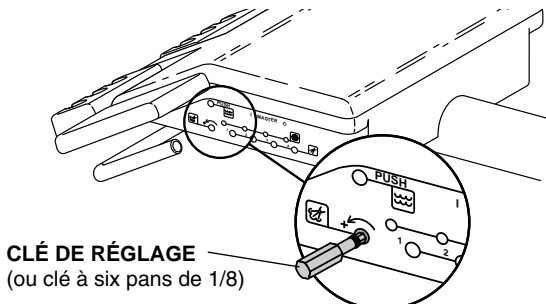

Figure 6. Commande du débit d'eau de refroidissement
La commande de débit d'air de refroidissement est utilisée pour régler le débit d'air de refroidissement pour **toutes** les pièces à main (voir figure 6).
On aura besoin d'une clé de réglage (voir figure 6) ou d'une clé à six pans de 1/8 pouce pour effectuer ce réglage.
2. Localiser la commande de refroidissement par air (voir figure 6).